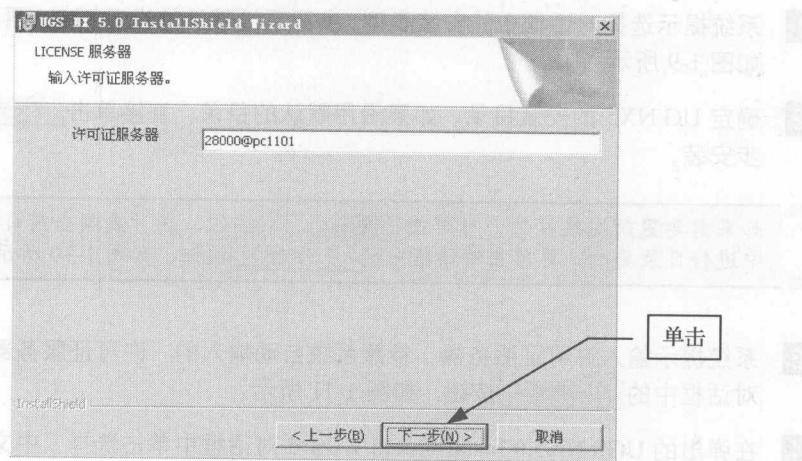

图 1-11 许可证服务器
13. 系统提示输入许可证服务器，参照系统自动输入的“许可证服务器”名称不变，再单击对话框中的“下一步(N)>”按钮，如图1-11所示。